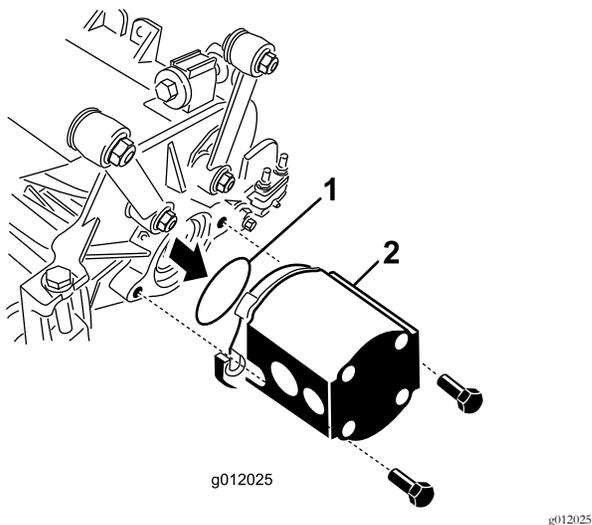

Рисунок 24
- Установите уплотнительное кольцо (поставляемое в комплекте с режущим блоком) на фланец двигателя привода (Рисунок 24).
- Установите двигатель на приводной конец режущего блока и закрепите его 2 колпачковыми винтами, входящими в комплект режущего блока (Рисунок 24).